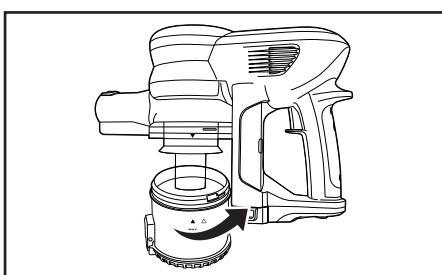

Fig. 3
1. Faites pivoter le réservoir à poussière dans le sens contraire des aiguilles d'une montre pour aligner les flèches et retirez-le du corps principal (Fig. 3).